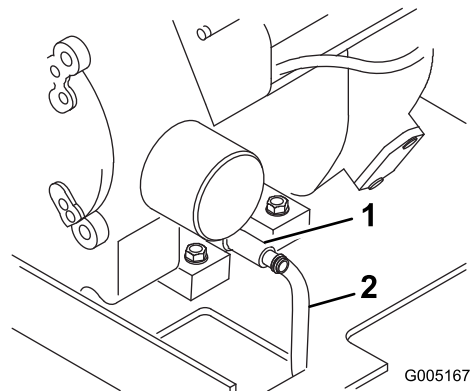

Figura 21
- Coloque un extremo de una manguera en la válvula de vaciado y el otro extremo en un recipiente (Figura 21).
- Abra la válvula de vaciado girándola en el sentido contrario a las agujas del reloj, tirando hacia fuera mientras la gira (Figura 21).